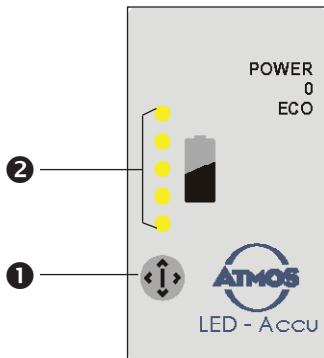

Fig. 5.
- Tenendo premuto il pulsante Test (①, fig. 5) della batteria ricaricabile LED, apparirà la capacità della batteria per circa 3 secondi (②, fig. 5, LED verdi per i livelli dall'1 al 5).
- Durante il processo di ricarica, è possibile vedere la capacità della batteria (②, fig. 5, LED dal livello 1 al livello 5). La batteria è completamente ricaricata quando vengono estinti 5 LED.